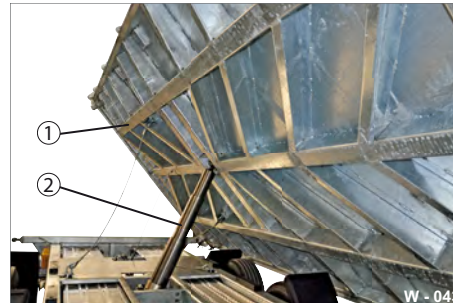

Abb. 43 Ladebrücke seitlich gekippt
- ▶ Kippen Sie die Ladebrücke (Abb. 43/1) jeweils nach rechts und links seitlich ab.
- ▶ Prüfen Sie die einwandfreie Funktion des Teleskop-Zylinders (Abb. 43/2) und der Lagerstellen.